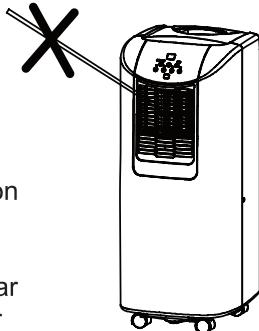

FIG. 2
- Ne placez pas d'objet sur l'appareil et ne bloquez pas l'arrivée ou la sortie d'air (fig. 2).